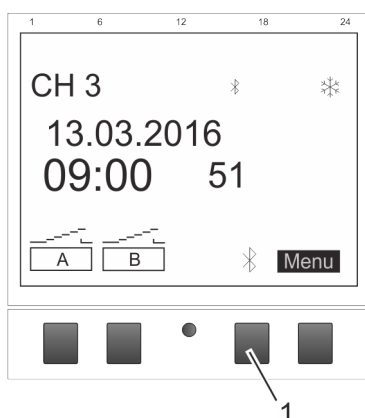

Fig. 8 : Établissement de la connexion Bluetooth sur l'extension de canal
2. Appuyez sur la touche Bluetooth (Fig. 8 /1) sur l'extension de canal.